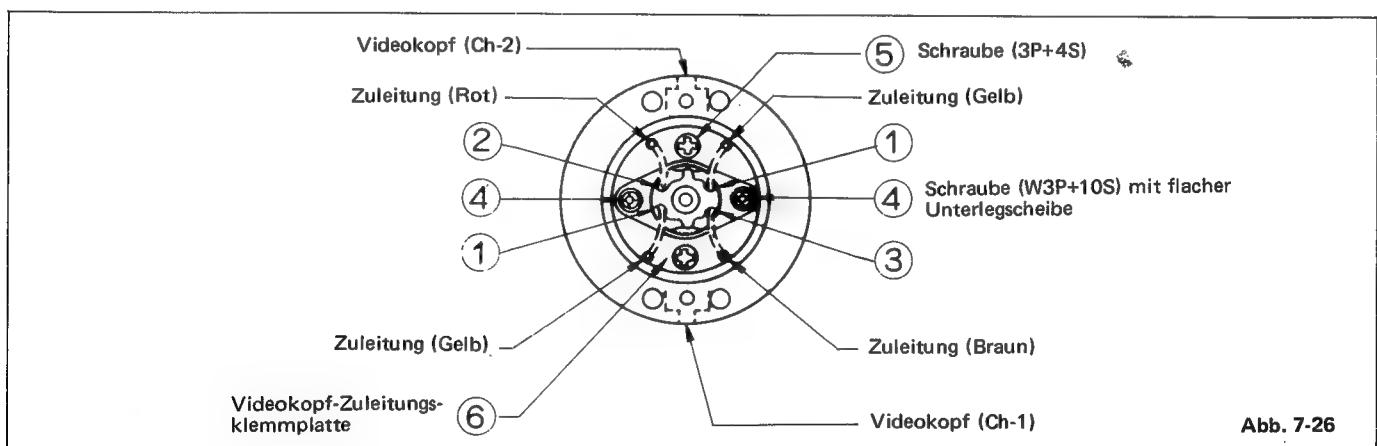

Abb. 7-26
- 1) Wie in Abb. 7-26 dargestellt, setzt man die Austauschtrommel ein, wobei man auf korrekte Position der entsprechenden Zuleitungen achtet.
- 2) Das Kopftrommel-Oberteil mit 2 Befestigungsschrauben (4) befestigen.
- 3) Die Zuleitungen (1), (2) und (3) vorschriftsgemäß anlöten.